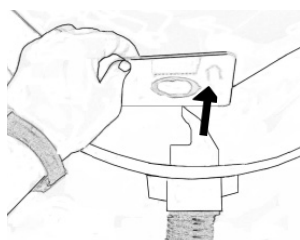

Fig. 24
5. Extraer la bolsa de polvo sujetando la pestaña de cartón y extrayéndola cuidadosamente junto con la bolsa del recipiente, Fig. 24. Doblar la parte perforada del cartón hacia la apertura de la bolsa a fin de evitar que se salga su contenido.